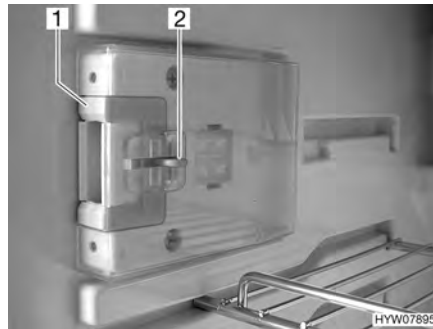
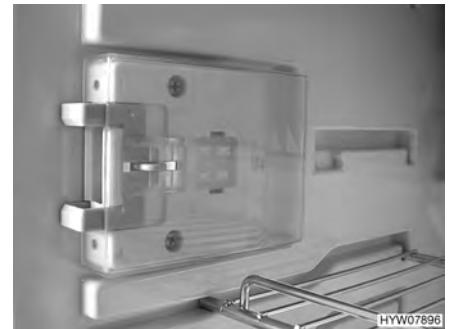

Fig. 148 Dispositif de fermeture en position normale
Fig. 149 Dispositif de fermeture en position de ventilation
- Presser le bouton de déverrouillage (Fig. 148,2).
- Pousser le dispositif de fermeture (Fig. 148,1) vers l'avant (Fig. 149).